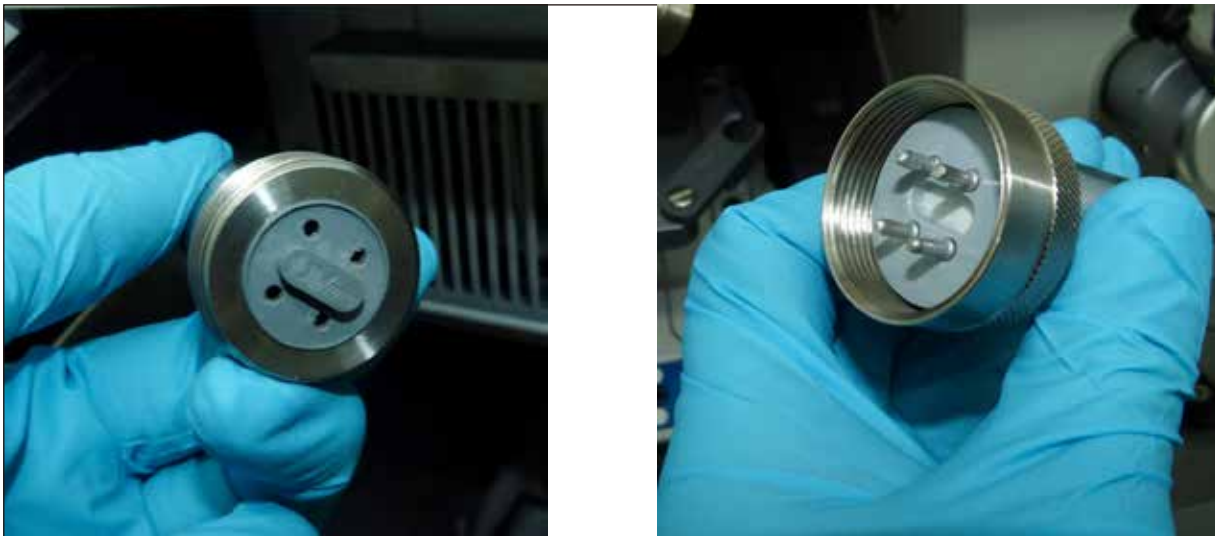

图 78
- 小心地从左侧将金属环 (→ 图 77-7) 套到灯上 (→ 图 78)。